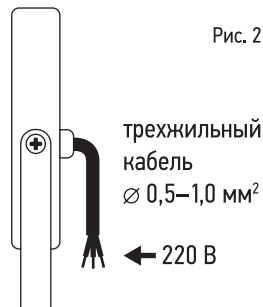

Рис. 2
- Подключите сетевой кабель (в комплект не входит) к кабелю светильника (Рис. 2).